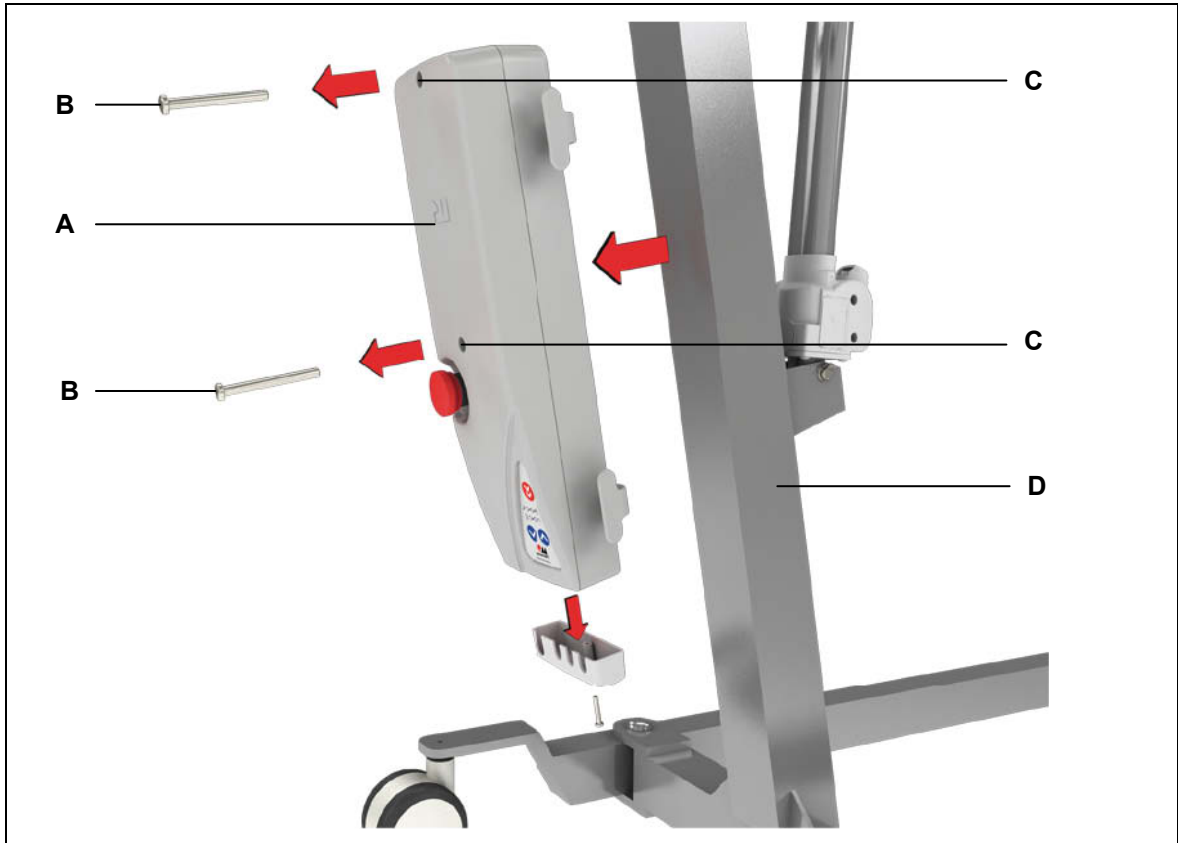

Abbildung 9 Montage an den Patientenlifter (Beispiel)
- 2 Befestigen Sie die ACCUCONTROL mit entsprechenden Zylinderkopfschrauben (zum Beispiel: M6x100-8.8 VZ) am Patientenlifter (siehe Abbildung 9).